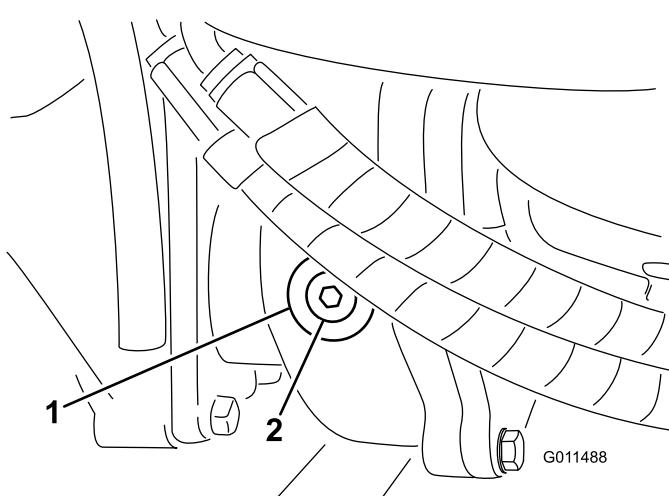

图 69
2. 从齿轮箱的左侧取出检查/注油塞确保润滑剂向上直至孔的底部 图 69。